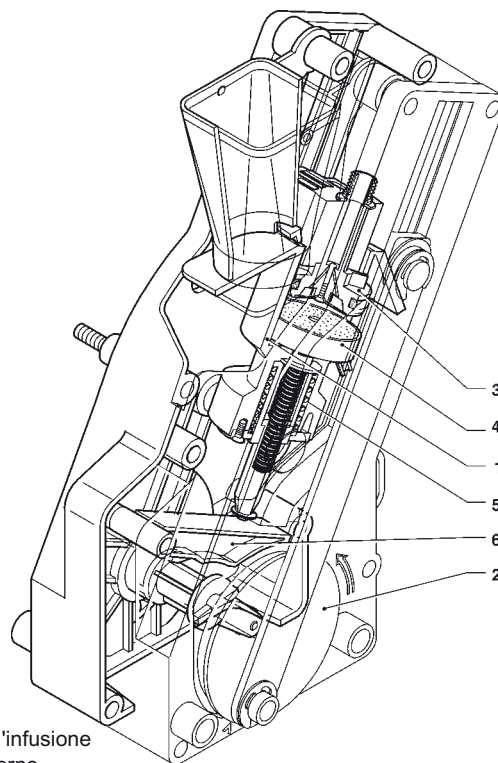

Fig. 20
La manovella del motoriduttore innestata sul disco esterno (2) al gruppo, ruota di 180° causando l'oscillazione della camera di infusione e la discesa del pistone superiore (3) (vedi fig. 20).
Inoltre, ruotando completamente verso l'alto la levetta è possibile svincolare il dente dalla gola sul regolo di dose (vedi fig. 20) e riposizionarlo in una diversa per variare la regolazione media a: